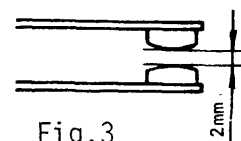

Fig.3
2) Las superficies deben quedar levemente ovaladas (fig.3).
a Regule la abertura de los platinos con una luz de 2 mm (fig.3).